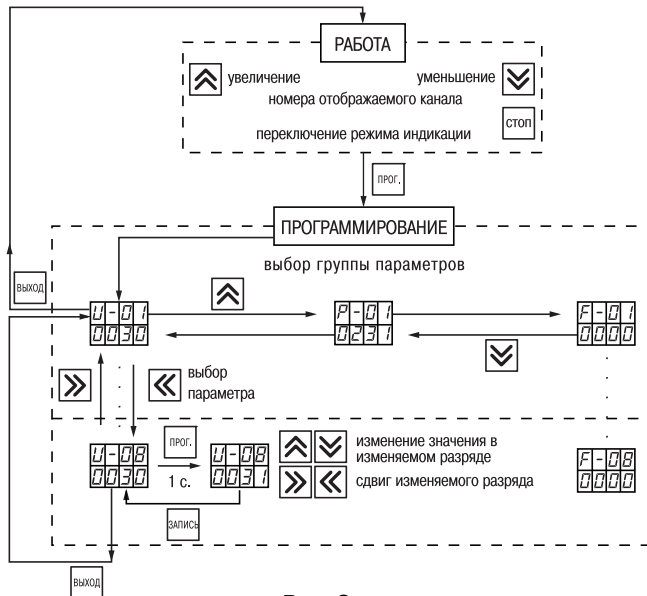

Рис. 3
10.1.2. Программируемые параметры распределены на три группы – "U", "P" и "F" (рис. 3).
10.1.4. После выбора программируемого параметра для его изменения нужно кратко нажать кнопку  ( $\approx 1$  с), см. рис. 3.